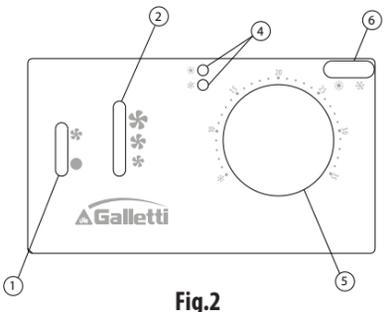

Fig.2
**EYTED4T (Fig.2):** régulateur électronique pour ventilo-convecteur avec échangeur double (installation à 4 tubes), ventilateur avec moteur asynchrone à trois vitesses, vanne ON/OFF, sélection ÉTÉ/HIVER manuelle ou automatique (en fonction de la température de l'air), possibilité de lecture de la température de l'eau pour signal de validation de la ventilation.